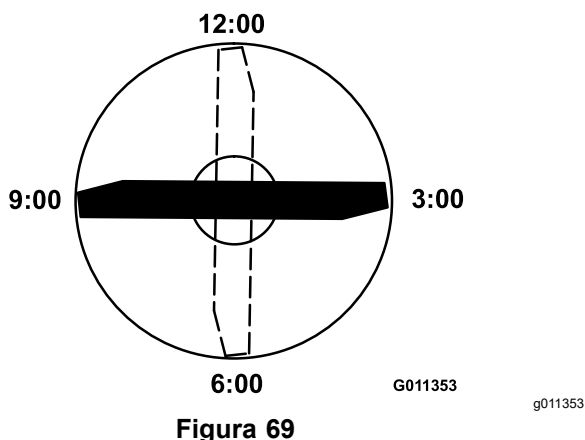

Figura 69
4. Orientate il tagliente dell'estremità marcata della lama sulle ore 12 (esattamente in avanti, nel senso di falciatura) (Figura 69) e misurate l'altezza tra il banco e il tagliente della lama.
5. Ruotate l'estremità marcata della lama sulle ore 3 e sulle ore 9 (Figura 69) e misurate le rispettive altezze.